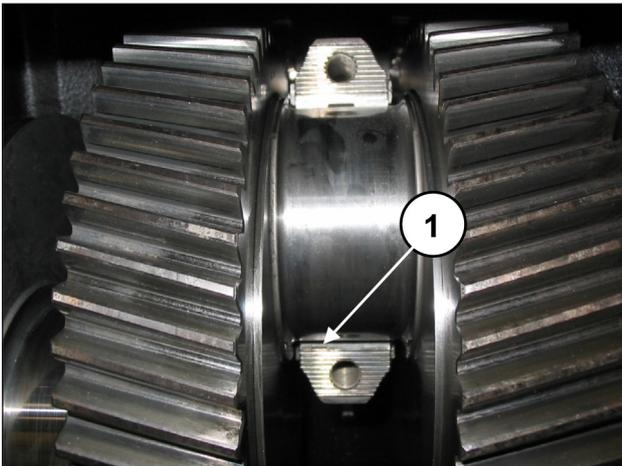

Abb. 81
**Stellen Sie für einen vorschriftsmäßigen Einbau der Lagerschalen sicher, dass die Bezugsmarkierung der Lagerschalen in der entsprechenden Aufnahme an der Pleuelhälfte zu liegen kommt (Pos. ①, Abb. 81).**